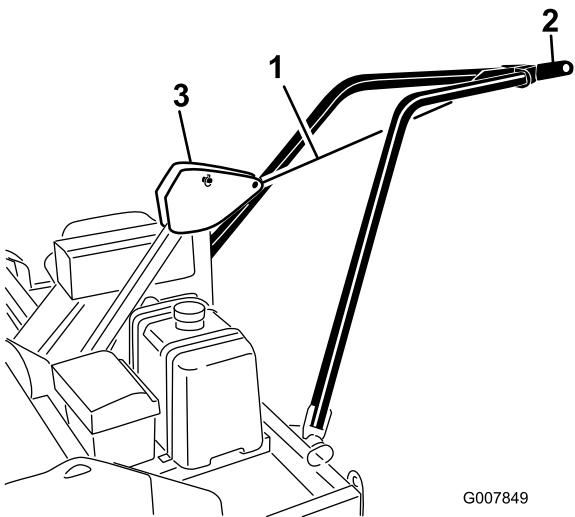

Figure 12
- Avec une sangle d'arrimage ou une corde, attachez la plaque d'attache des bras de remorquage au pivot d'attelage du châssis tout en élevant le bras de remorquage pour l'installation (Figure 12).